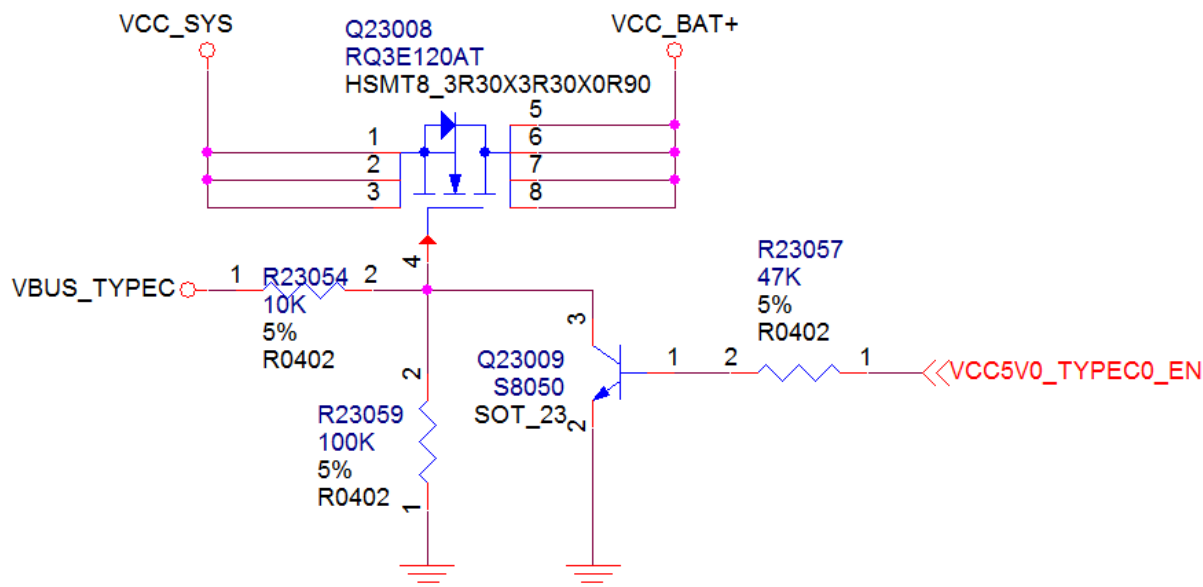

图 4-61 VBAT路径管理
- VBAT+, VCC_SYS走线以及换层到RK818-3时需考虑有3-5A的过电流能力，并且不能有太大的压降，都需做大电流处理，所以电源过孔孔径要够大并且数量够多。包括图4-61中的Q23008场管也是用来降低RK818-3内部PowerPath的阻抗，这样可以让主电源回路阻抗更小，充分发挥电池的性能。